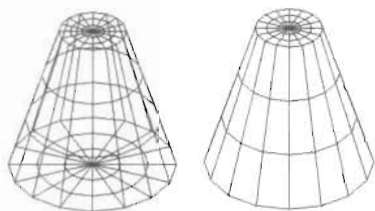

图 13-23
(2) 单击“网格”面板中的“网格圆锥体”按钮，绘制一个标准的网格圆锥体，如图 13-23 所示，命令执行过程如下。